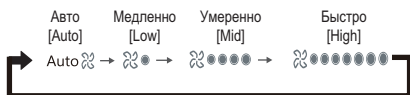

Рисунок 3.8
2) Доступны 3 режима работы вентилятора: Скорость вращения изменяется в порядке, показанном на Рис. 3.8.